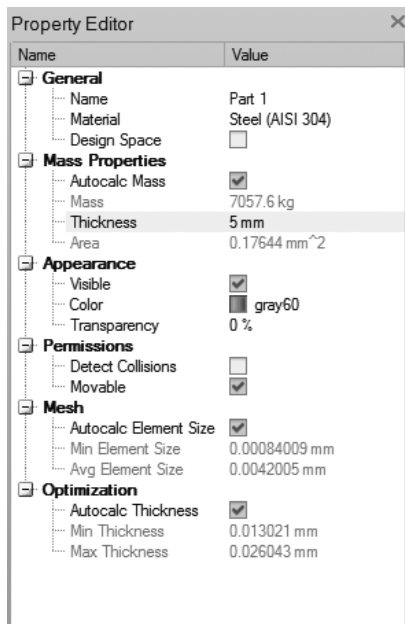

图 14-21
11) 选中该零件, 然后在属性编辑器中的厚度文本框中输入 5mm, 如图 14-21 所示。注意: 质量是自动计算得出的。